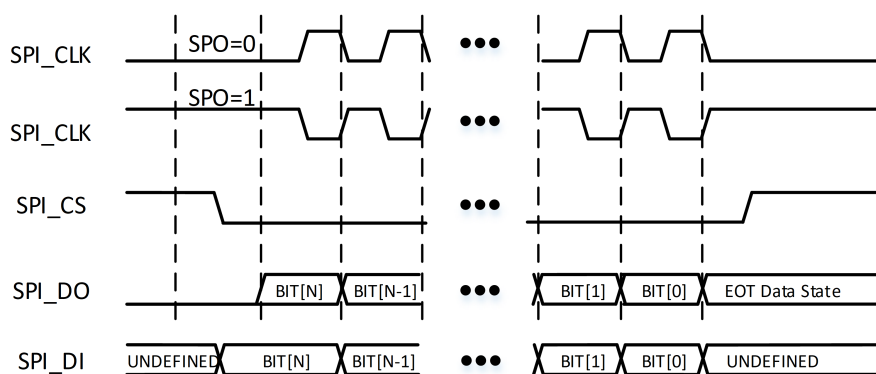
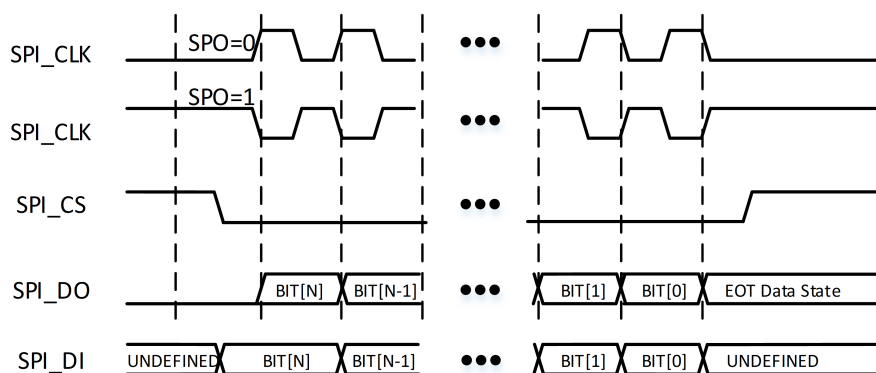

Figure 7-3: SPO 为 0 时的 SPI 通信
Figure 7-4: SPO 为 1 时的 SPI 通信
- SPI 格式 SPI 是全双工同步串口通信协议，根据 TOP_CTRL 寄存器中 SPO 和 SPH 的设置分为四种子模式。SPO 设置 SPI 控制器没有使能或是能后处于 IDLE 状态时候的 SPI_CLK 的极性，当 SPO 为 0 时，SPI_CLK 极性是低电压，第一个边沿是上升沿；当 SPO 为 1 时，SPI_CLK 极性是高电压，第一个边沿是下降沿。SPH 设置驱动数据的时钟沿以及采样数据时钟沿的时序，当 SPH 为 0 时 SPI 控制器从 SPI_CLK 的第一个边沿开始采样 SPI_DI 上的数据，从 SPI_CLK 的第二个边沿开始驱动 SPI_DO（SPI_DO 上默认是待发送数据的 MSB）；当 SPH 为 1 时 SPI 控制器从 SPI_CLK 的第一个边沿开始驱动 SPI_DO，从 SPI_CLK 的第二个边沿开始采样 SPI_DI 上的数据。具体通信时序见图 7-3 和图 7-4。
下面结合图7-3以 SPO=0 和 SPO=0 的情况描述 SPI 协议通信过程。当 SPI 控制器没有使能或使能后处于 IDLE 状态时, SPI_DO 处于低电平, SPI_CS 处于高电平, SPI_CLK 处于低电平。SPI_CS 信号拉低开始一次数据传输, 并在该帧数据传输完成以前 SPI_CS 一直维持低电平。半个 SPI_CLK 周期后, 将该次传输数据的 MSB 驱动到 SPI_DO 上, 再过半个 SPI_CLK 周期, SPI_CLK 拉高开始第一个上升沿并采样 SPI_DI。在该次传输所有数据传完之前, SPI_CLK 按设定的频率持续翻转。完成最后一次采样后 SPI_CLK 回归低电平, 再过半个 SPI_CLK 周期, SPI_CS 拉高结束本次传输。